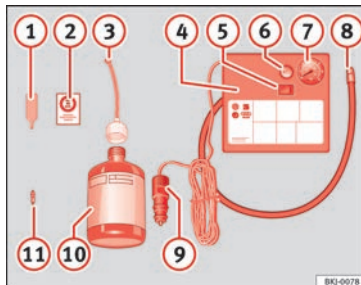

Fig. 74 Rappresentazione standard: contenuto del kit per la riparazione degli pneumatici.
- Svitare il cappuccio e l'elemento di tenuta della valvola del pneumatico. Utilizzare l'apparato » fig. 74 ① per estrarre l'elemento di tenuta. Collocarlo su una superficie pulita.
- Agitare vigorosamente la bomboletta del sigillante per pneumatici » fig. 74 ⑩.
- Avvitare il tubo di gonfiaggio » fig. 74 ③ alla bomboletta del sigillante. La piombatura della bomboletta si rompe automaticamente.
- Rimuovere il tappo del tubo di riempimento » fig. 74 ③ e avvitare l'estremità aperta dal tubo alla valvola dello pneumatico.
- Ricollocare l'elemento di tenuta con l'apparato » fig. 74 ① nella valvola del pneumatico.
- Avvitare il tubo di gonfiaggio dello pneumatico del compressore » fig. 74 ⑧ nella valvola dello pneumatico.
- Verificare che la vite di sfiato dell'aria sia chiusa » fig. 74 ⑥.
- Collegare il connettore » fig. 74 ⑨ a una presa elettrica a 12 V del veicolo » pag. 164.
- Collegare il compressore ad aria con l'interruttore ON/OFF » **fig. 74 ⑤**.